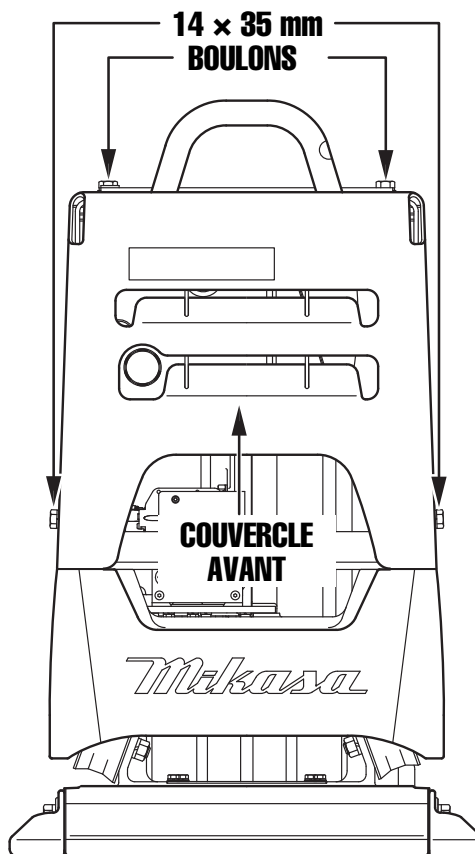

Figure 34. Installation du couvercle avant
20. Fixer le couvercle avant à la plaque vibrante avec les quatre boulons à tête creuse de 14 x 35 mm qui ont été retirés précédemment (Figure 34). Serrer au couple les boulons de fixation à 130,2 pi-lb (176,6 Nm).